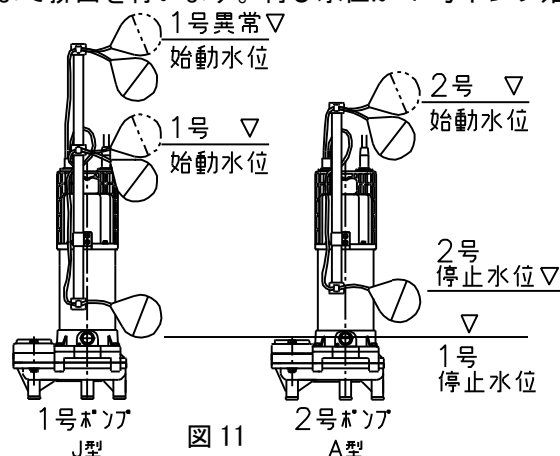

図 11
- (3) ポンプ内に空気が混入し排出されない時、最悪の場合は、空気が羽根車の中心部に集り揚水不能(エアロック)となります。ポンプの空気は完全に抜いてください。
- (4) 正しい回転方向になったら仕切弁を徐々にあけ、圧力、吐出し量ならびに電流値など([8] 故障の原因と対策の項参照)に異常がないか確認してください。なお、仕切弁のない場合に電流値が定格値を超えている時にはご計画の再検討が必要です。
- (5) 1 号ポンプ(DWVJ 型)と 2 号ポンプ(DWVA 型)が自動交互運転を行うか次の点をご確認ください。(図 11 参照)